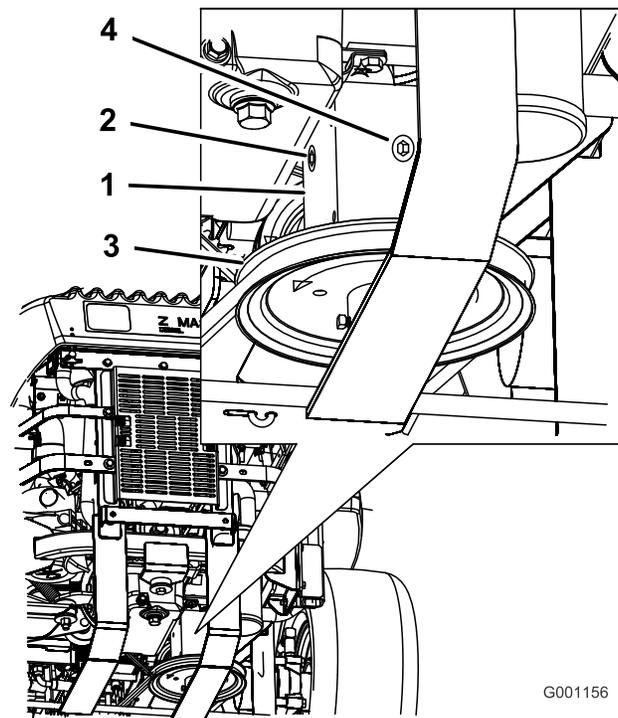

Figura 74
4. Togliete il tappo laterale o posteriore degli ingranaggi (**Figura 74**).